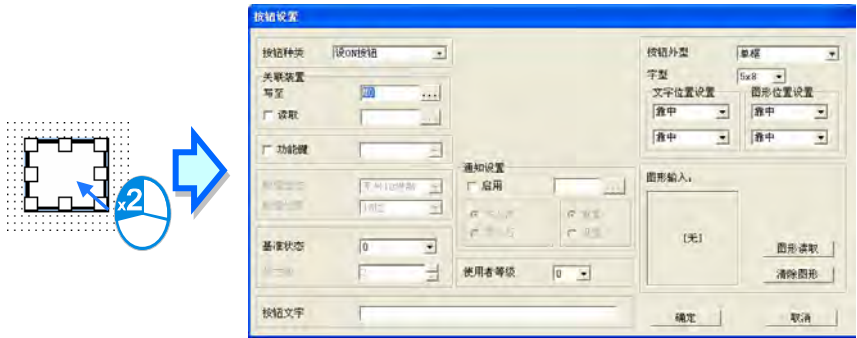

图 6-16 按钮设置窗口
- 步骤 3. 在「按钮」物件上双击鼠标左键，跳出按钮设置窗口，如图 6-16。